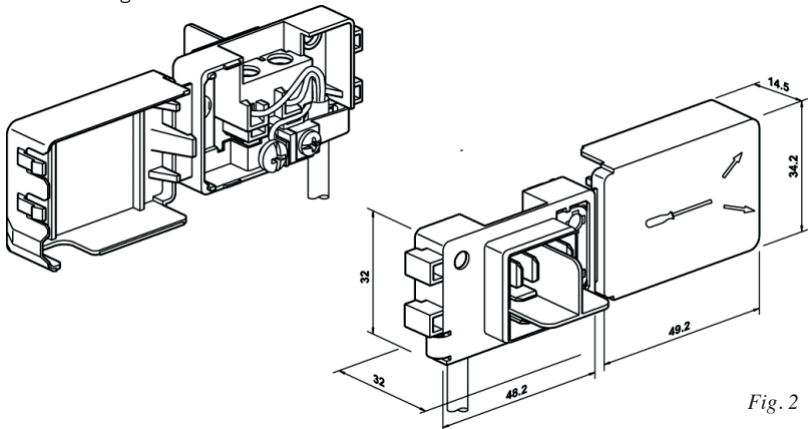

Fig. 2
- Ouvrir le couvercle du bornier, voir fig. 2.